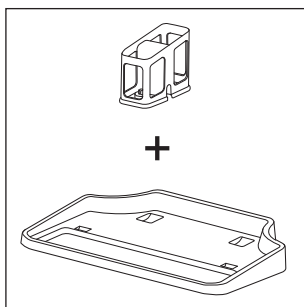
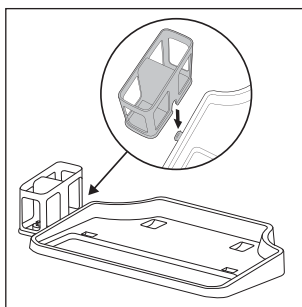

Abb. 4
Abb. 5
- ♦ Die Park- und Reinigungsstation besteht aus einer Abstellschale **4** und einem Bürstenrollenhalter **5** (siehe Abb. 4). Um die Park- und Reinigungsstation zu montieren, schieben Sie den Bürstenrollenhalter **5** seitlich in die Öffnung an der Abstellschale **4**. Schieben Sie den Bürstenrollenhalter **5** nach unten, bis dieser hörbar in der Öffnung einrastet und fest an der Abstellschale **4** sitzt (siehe Abb. 5).